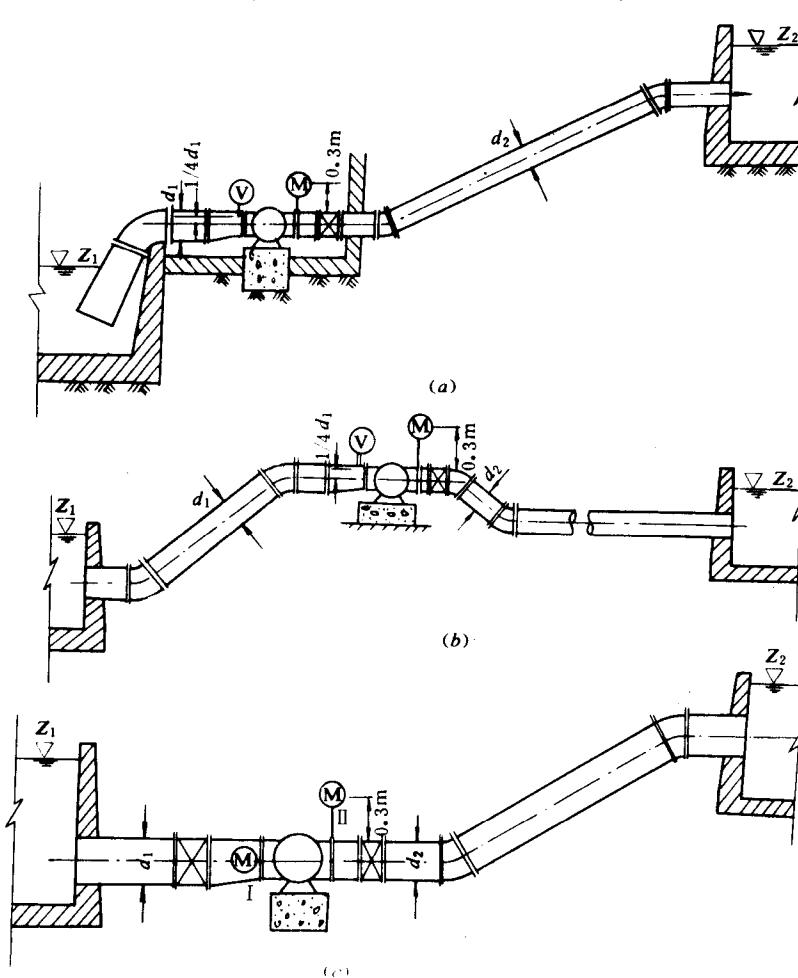

图 1-2 水泵装置示意图 (水泵出水口直径是进水口直径的 3/4)
(1) 水泵基准面高于吸水池水面, 低于出水池水面, 真空表测点高于水泵基准面  $d_{1/4}$  (m), 压力表中心高于基准面  $d_{2/2} + 0.3$  (m)。如图 1-2 (a) 所示。
(2) 水泵基准面均高于吸水池和出水池水面，吸水侧表计测点高于水泵基准面  $d_{1/4}$  (m)，出水侧表计中心在水泵基准面以上  $d_{2/2} + 0.3$  (m) 处，如图 1-2 (b) 所示。
(3) 水泵基准面均低于吸水池水面和出水池水面，吸水侧表计中心在水泵基准面，出水侧表计中心高于基准面  $d_{2/2} + 0.3$  (m)。如图 1-2 (c) 所示。